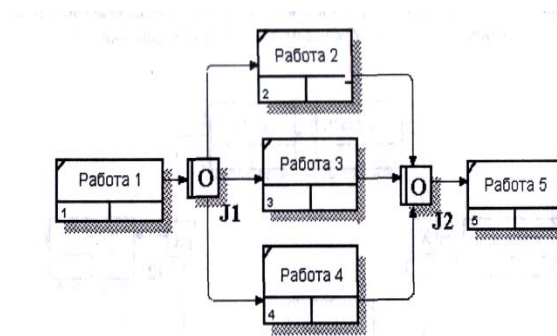

Рис. 90. Перекрестки для слияния и разветвления типа асинхронного "ИЛИ"
**Связи.** Связи показывают взаимоотношения работ. Все связи в IDEF3 однонаправлены и могут быть направлены куда угодно, но обычно диаграммы IDEF3 строятся построить так, чтобы связи были направлены слева направо. В IDEF3 различают три типа стрелок, изображающих связи, стиль которых устанавливается во вкладке Style (рис. 90) диалога Arrow Properties (пункт контекстного меню Style).